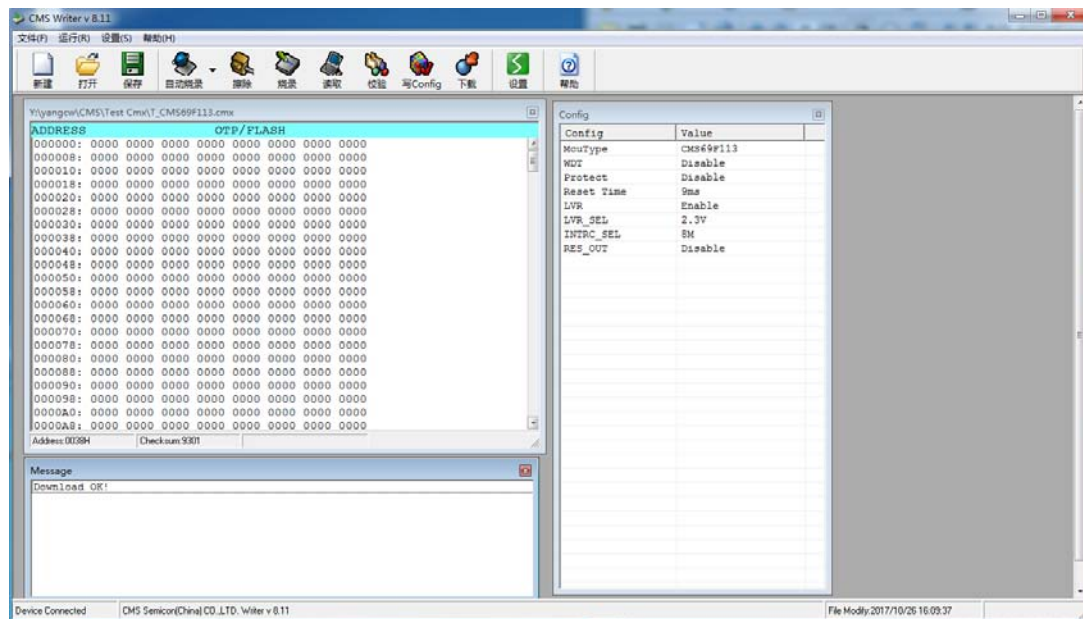

图 2-3: 烧写成功 CHECK SUM
3. 下载完成后，拔掉电源再次上电即可；此时数码管显示 4 位十六进制数，此数据为所下载文件的 CHECKSUM 值。如图 2-3 所示。